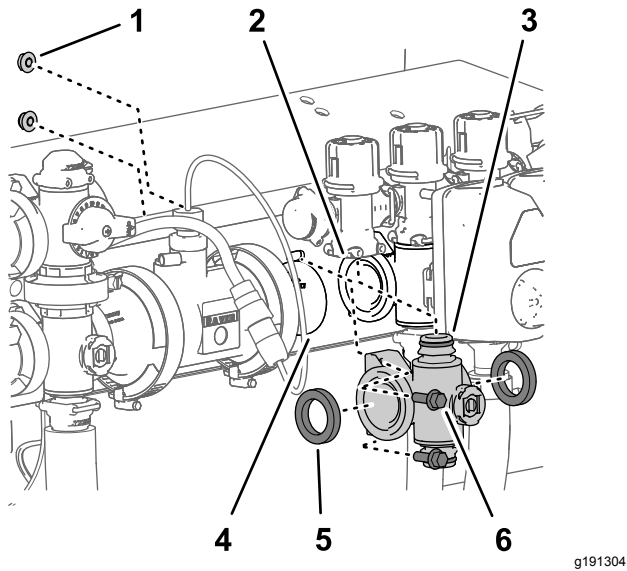

Figura 108
4. Rimuovete, dal collettore della valvola della sezione sinistra o destra, i 2 bulloni a testa flangiata ($\frac{1}{4}$ " x $\frac{3}{4}$ "") e i 2 dadi di bloccaggio flangiati ($\frac{1}{4}$ "") che fissano il collettore al supporto della valvola (Figura 108).
5. Abbassate il collettore della valvola della sezione e le guarnizioni per liberare la valvola di bypass della sezione, quindi allontanateli dalla macchina (Figura 108).